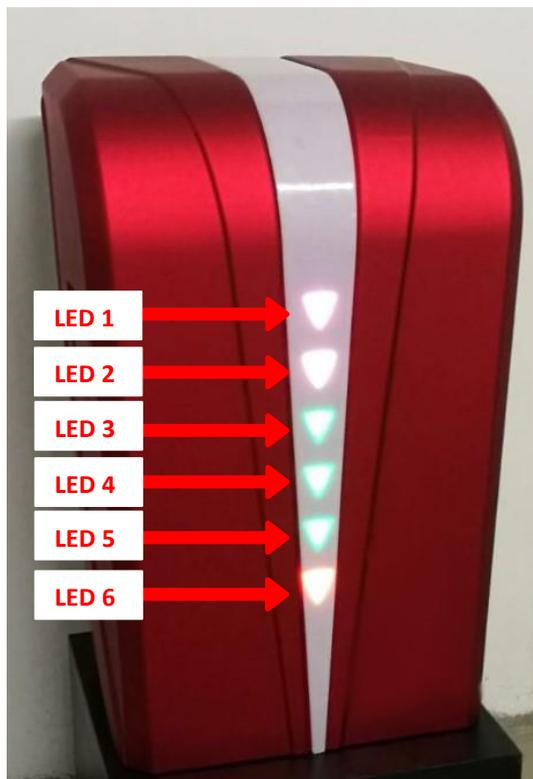

Figura 4 - Led di stato del sistema
- N. 4 LED (Figura 4) indicano la quantità di energia immagazzinata in batteria:
- N.2 LED (Figura 4) che indicano gli stati di funzionamento: